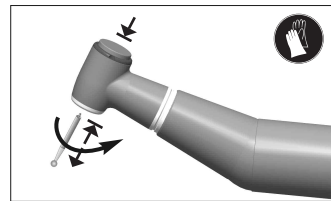

fig. 2
Serrage à bouton-poussoir : fig. 2.
- Insérer une fraise dans le serrage de l'instrument fig. 2.